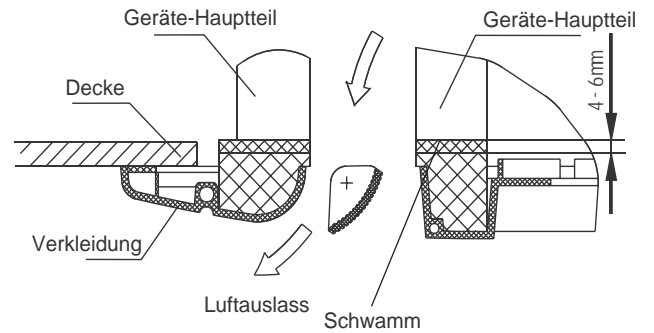

Abb.27
4. Justieren Sie die 4 Schrauben, um die Verkleidung in horizontaler Lage zu halten. Ziehen Sie die Schrauben fest, bis die Dicke des Schwamms zwischen dem Hauptteil und der Verkleidung bis auf ca. 4 bis 6 mm reduziert ist (Abb.27).
6. Ziehen Sie die Schrauben unter den Haken der Verkleidung fest, bis die Dicke des Schwamms zwischen dem Hauptteil und der Verkleidung auf ca. 4 bis 6 mm reduziert ist (Abb.27).